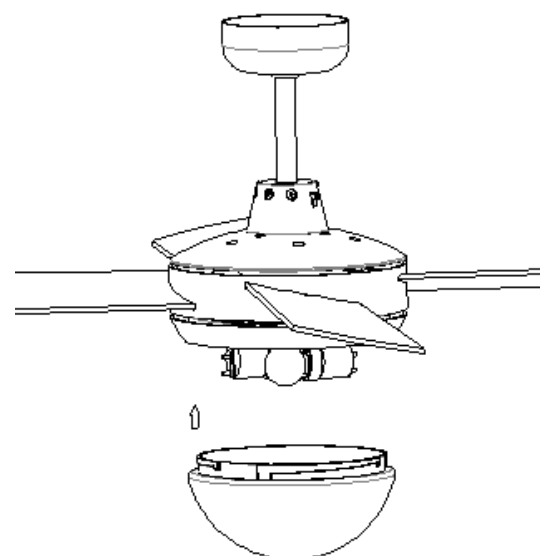

Fig. 9
8. Placez avec précaution le dôme de verre par-dessus les luminaires, et tournez-le dans le sens des aiguilles d'une montre afin de le fixer. Le dôme doit être inséré correctement avant de pouvoir être fixé: veuillez à vérifier le système de fixation pendant l'opération (Fig.9).